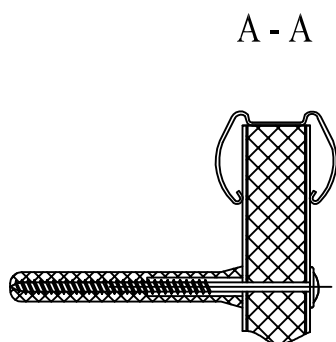

Рис.2
1. На стене на необходимой высоте закрепить лоток (2), для чего по его отверстиям разметить и просверлить в стене два отверстия $\text{Ø}8$ и глубиной 80 мм, забить в них два дюбеля (4), и саморезами (3) закрепить лоток (Рис.2). На торцевые части лотка устанавливаем заглушки (5).